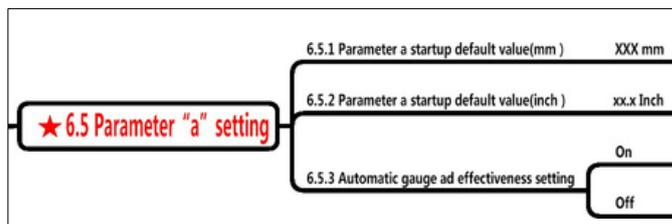

Fig.83 Ajuste do parâmetro "a"
6.5 Definição do parâmetro "a" Consulte a Fig. 83 para ver os itens de definição "a".